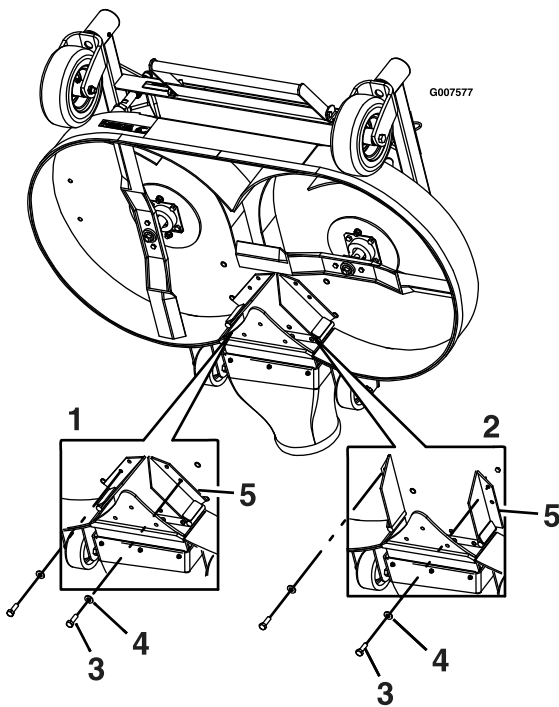

Figura 14
7. Retire o parafuso e a anilha da frente de cada abafador FRS (Figura 14).